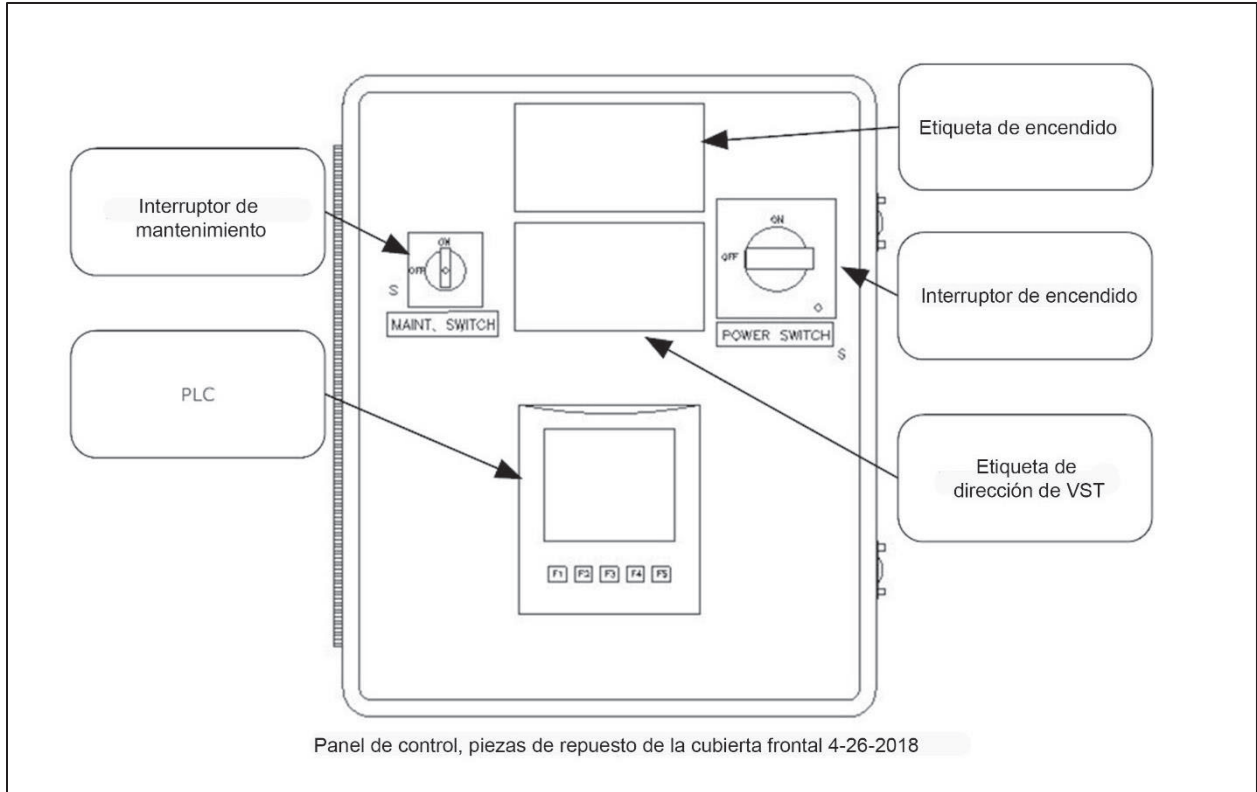

Figura 8-9: Componentes del panel de control de VST, cubierta delantera
2.	Compruebe que el interruptor de alimentación en la parte frontal del panel de control esté encendido. De lo contrario, enciéndalo. Vea la Figura 8-9.